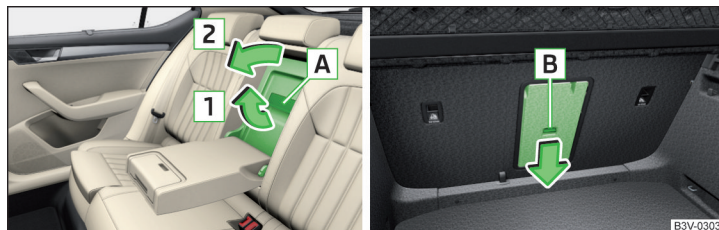

Abb. 106 Deckel öffnen: vom Fahrgastraum aus / vom Gepäckraum aus
- Den Griff **A** in Pfeilrichtung **1** ziehen und den Deckel in Pfeilrichtung **2** herunterklappen » Abb. 106.
» Abb. 106 auf Seite 98.